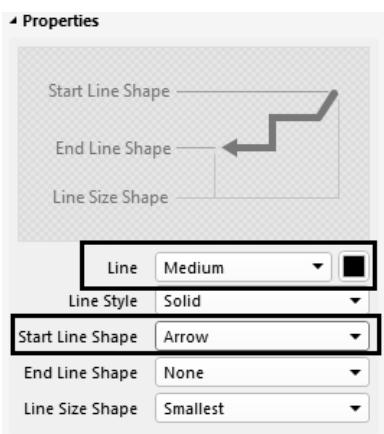
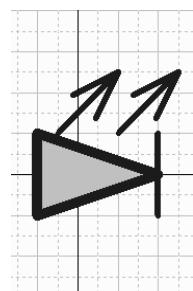

图 13-9 线条属性设置
图 13-10 放置箭头
- (3) 执行菜单命令“放置-线”, 在放置状态下按“Tab”键, 按照图 13-9 所示设置线条属性, 在三角形的右上方放置两个箭头线条, 并且在三角形的顶角放置一条竖线, 表示是二极管, 如图 13-10 所示。